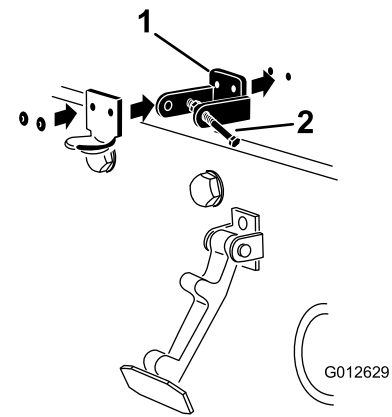

Bild 31
5. Nieten Sie die Halterungen und Scheiben an die Haube (Bild 31).
3. Fluchten Sie die Befestigungslöcher aus und positionieren Sie gleichzeitig die Halterung des CE-Riegels und des Motorhaubenriegels auf der Motorhaube. Die Riegelhalterung muss an der Haube anliegen (Bild 31). Nehmen Sie die Schraube und Mutter nicht vom Halterungsarm für den Riegel ab.